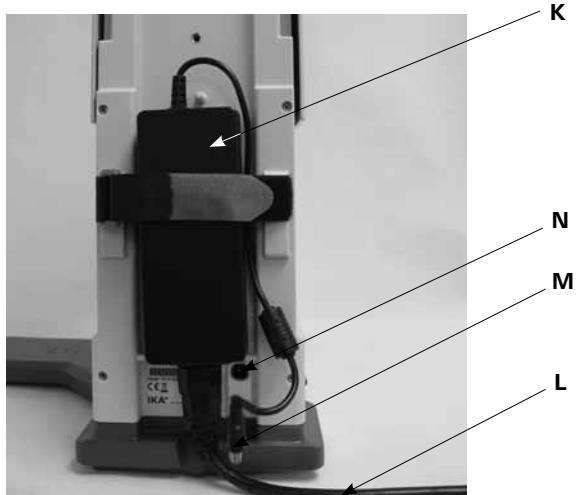

Fig. 9
3.) Befestigen des Schaltnetzteiles. (Fig. 9)
- Verbinden Sie den Niederspannungsstecker (**M**) mit der Anschlußbuchse (**N**). (Fig. 9)